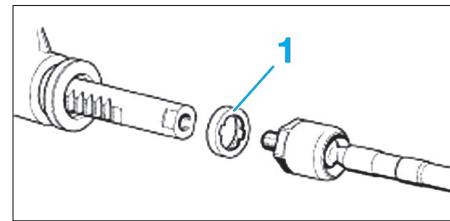

Fig. 12
- Remplacer le limiteur (1) sur le boîtier de direction (**Fig.12**).